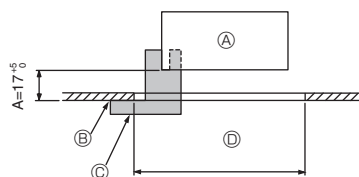

Fig. 9-2
①	Gitter	1	950 × 950 (mm)
②	Monteringsmåler	1	(Delt inn i 4 deler)
③	Skrue (4 × 16)	1	For PLP-6EAE, PLP-6EALME, PLP-6EALME2
④	Hjørnepanel for i-see-sensor	1	For PLP-6EAE, PLP-6EALME, PLP-6EALME2
⑤	Trådløs fjernkontroll	1	For PLP-6EALM2, PLP-6EALME2
⑥	Holder for fjernkontroll	1	Inkludert når utstyrt med den trådløse fjernkontrollen. *
⑦	LR6 AA-batterier	2	Inkludert når utstyrt med den trådløse fjernkontrollen. *
⑧	3,5 × 16 senkeskruer	2	Inkludert når utstyrt med den trådløse fjernkontrollen. *
9.2. Gjøre klar til å feste gitteret (Fig. 9-2)
• Bruk måler ② som følger med dette settet, til å kontrollere og justere plasseringen av hovedenheten i forhold til takoverflaten. Hvis hovedenheten ikke er korrekt plassert i forhold til takoverflaten, kan det oppstå luftlekkasjer eller samle seg kondens.